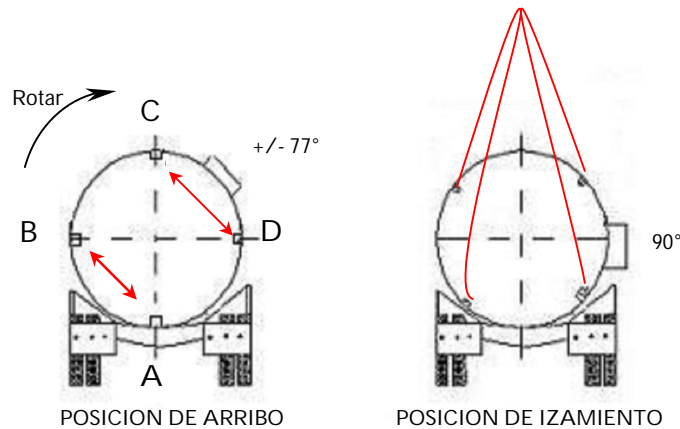
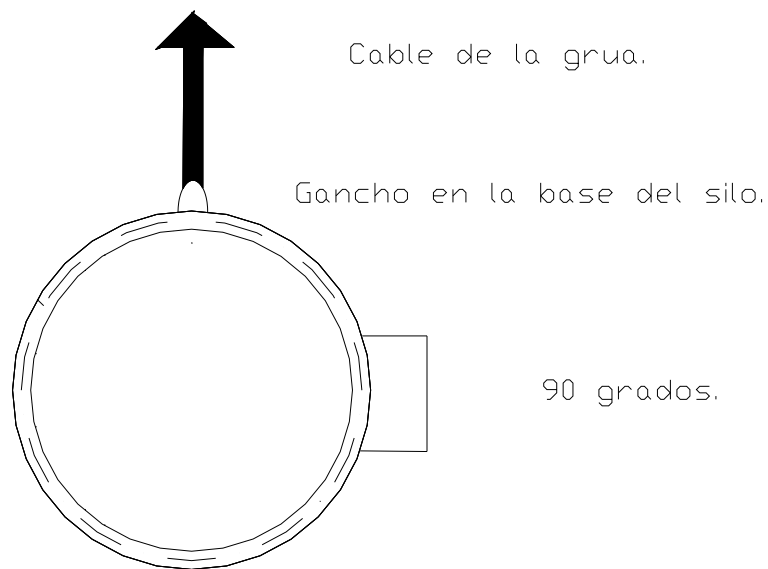

Figura 1. Orientación de arribo y rotación.
Figura 2 , Gancho de izaje ya en posición de Izamiento
- Los silos con capacidades de 5,000 a 66,000 galones deben arribar con la alcoba posicionada a aproximadamente 77 grados. (Ver figura 1).
- Para el izaje, el tanque debe rotar de manera que las orejas de izaje queden en posición a 45 grados y la alcoba a 90 grados. (Ver figura 1). Para Rotar se necesita utilizar las dos grúas, la de mayor capacidad debe de tomar el Silo por la parte superior (domo) y la de inferior capacidad por la parte inferior (Ver figura 2). Para sujetar el tanque por la parte superior se necesitan únicamente dos cables, un cable sujetará el tanque de las orejas A) y B), el otro cable de las orejas C) y D) . **Los cables no deberán de sujetar orejas cruzadas (A)–C) y / o B)–D)).** Para rotar el tanque ambas grúas deberán de ir levantando el tanque lentamente hasta que este gire a la posición requerida. (Ver figura 1, posición de izamiento).